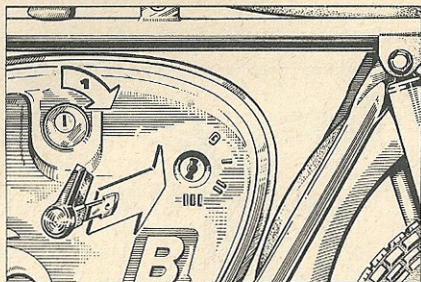

Bild 5
- Zündung einschalten (Bild 5),